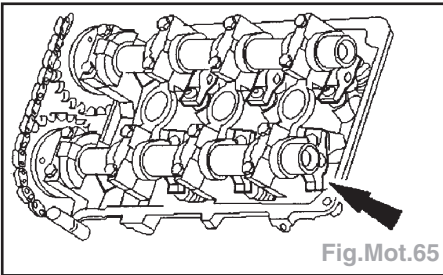

Fig.Mot.65
- Poser les poussoirs à galet du côté droit (lubrifier les poussoirs à galet à l'huile moteur propre) (Fig.Mot.65).